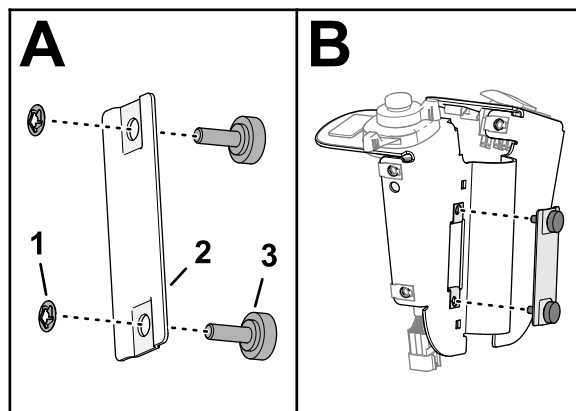

Figure 31
6. Placez les 2 boutons dans le couvre-fusible et fixez-les en place avec 2 joncs de maintien (Figure 31).
7. Montez le couvre-fusible sur la plaque de commutateurs et serrez les boutons (Figure 31).